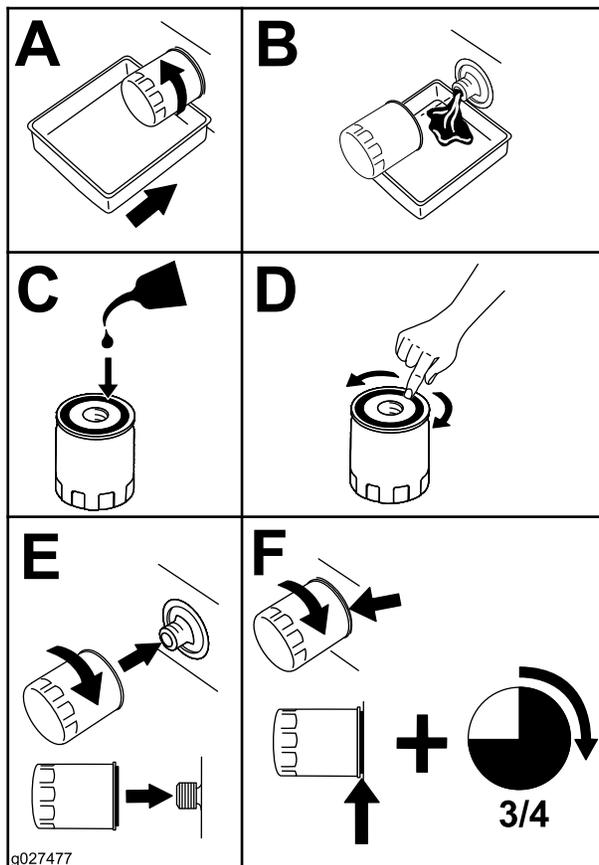

Рисунок 46
2. Замените масляный фильтр двигателя (Рисунок 46).